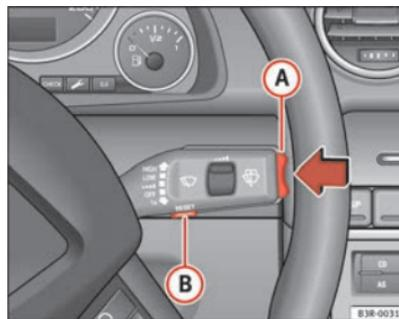

Fig. 58 Levier d'essuie-glace : sélecteur de fonction
- Appuyez sur le côté supérieur ou inférieur du sélecteur de fonctions situé sur le levier de commande d'essuie-glace (A) ⇒ page 86, fig. 58 pour modifier la valeur programmée. Les valeurs augmentent ou diminuent à la cadence de 10 km/h.
- Appuyez sur la touche Reset située sur le levier d'essuie-glace (B) ⇒ page 86, fig. 58 jusqu'à ce que le symbole barré du seuil d'alerte 2 s'affiche.